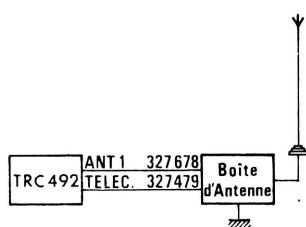

Fig. 4.1.2.3.2 e
- Pour la fixation sur une paroi, percer quatre trous Ø 9 et, si nécessaire, un trou central Ø 20 minimum (à protéger avec un passe-fil) pour le passage du feeder (Fig. 4.1.2.3.2. b)